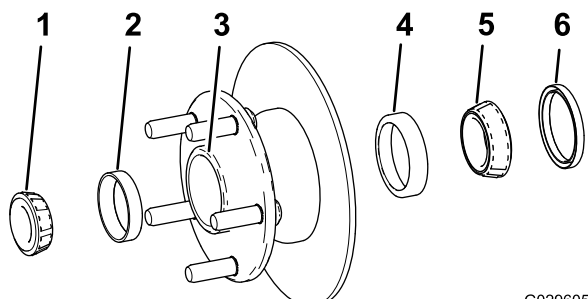

Figura 30
1. Retire o rolamento exterior e a correia do rolamento do cubo (Figura 30).
2. Retire o vedante, o rolamento interior e a correia do rolamento do cubo (Figura 30).
5. Limpe a cavidade do cubo de lubrificante, sujidade e detritos (Figura 30).
7. Coloque as correias do rolamento interior e exterior no cubo (Figura 30).
8. Encha a cavidade do cubo 50 a 80% com o lubrificante especificado (Figura 30).
9. Monte o rolamento interior na correia no lado interior do cubo e coloque o vedante (Figura 30).